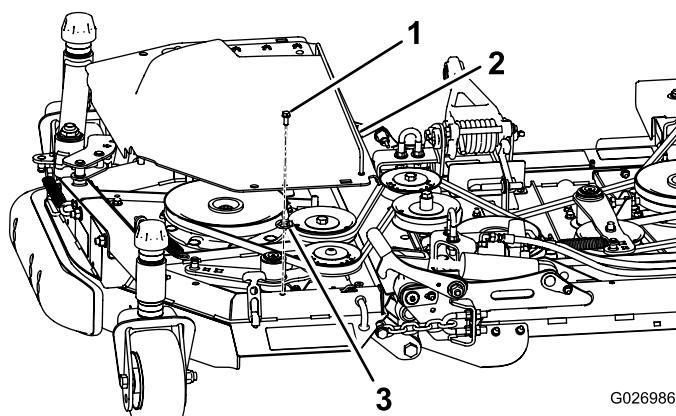

Figura 13
- Instale un perno y una tuerca rápida en la cubierta de plástico izquierda (Figura 13).